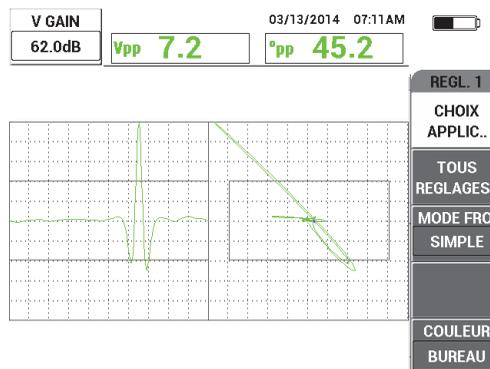

Figure 5-16 Réglage du gain vertical
- Appuyez encore deux fois sur la touche **GAIN (dB)** pour accéder au paramètre **GAIN V**, et puis, à l'aide de la molette de réglage, réglez le gain vertical jusqu'à ce que le signal atteigne le haut de l'écran, soit 100 % de la hauteur de l'écran (voir la Figure 5-16 à la page 148).